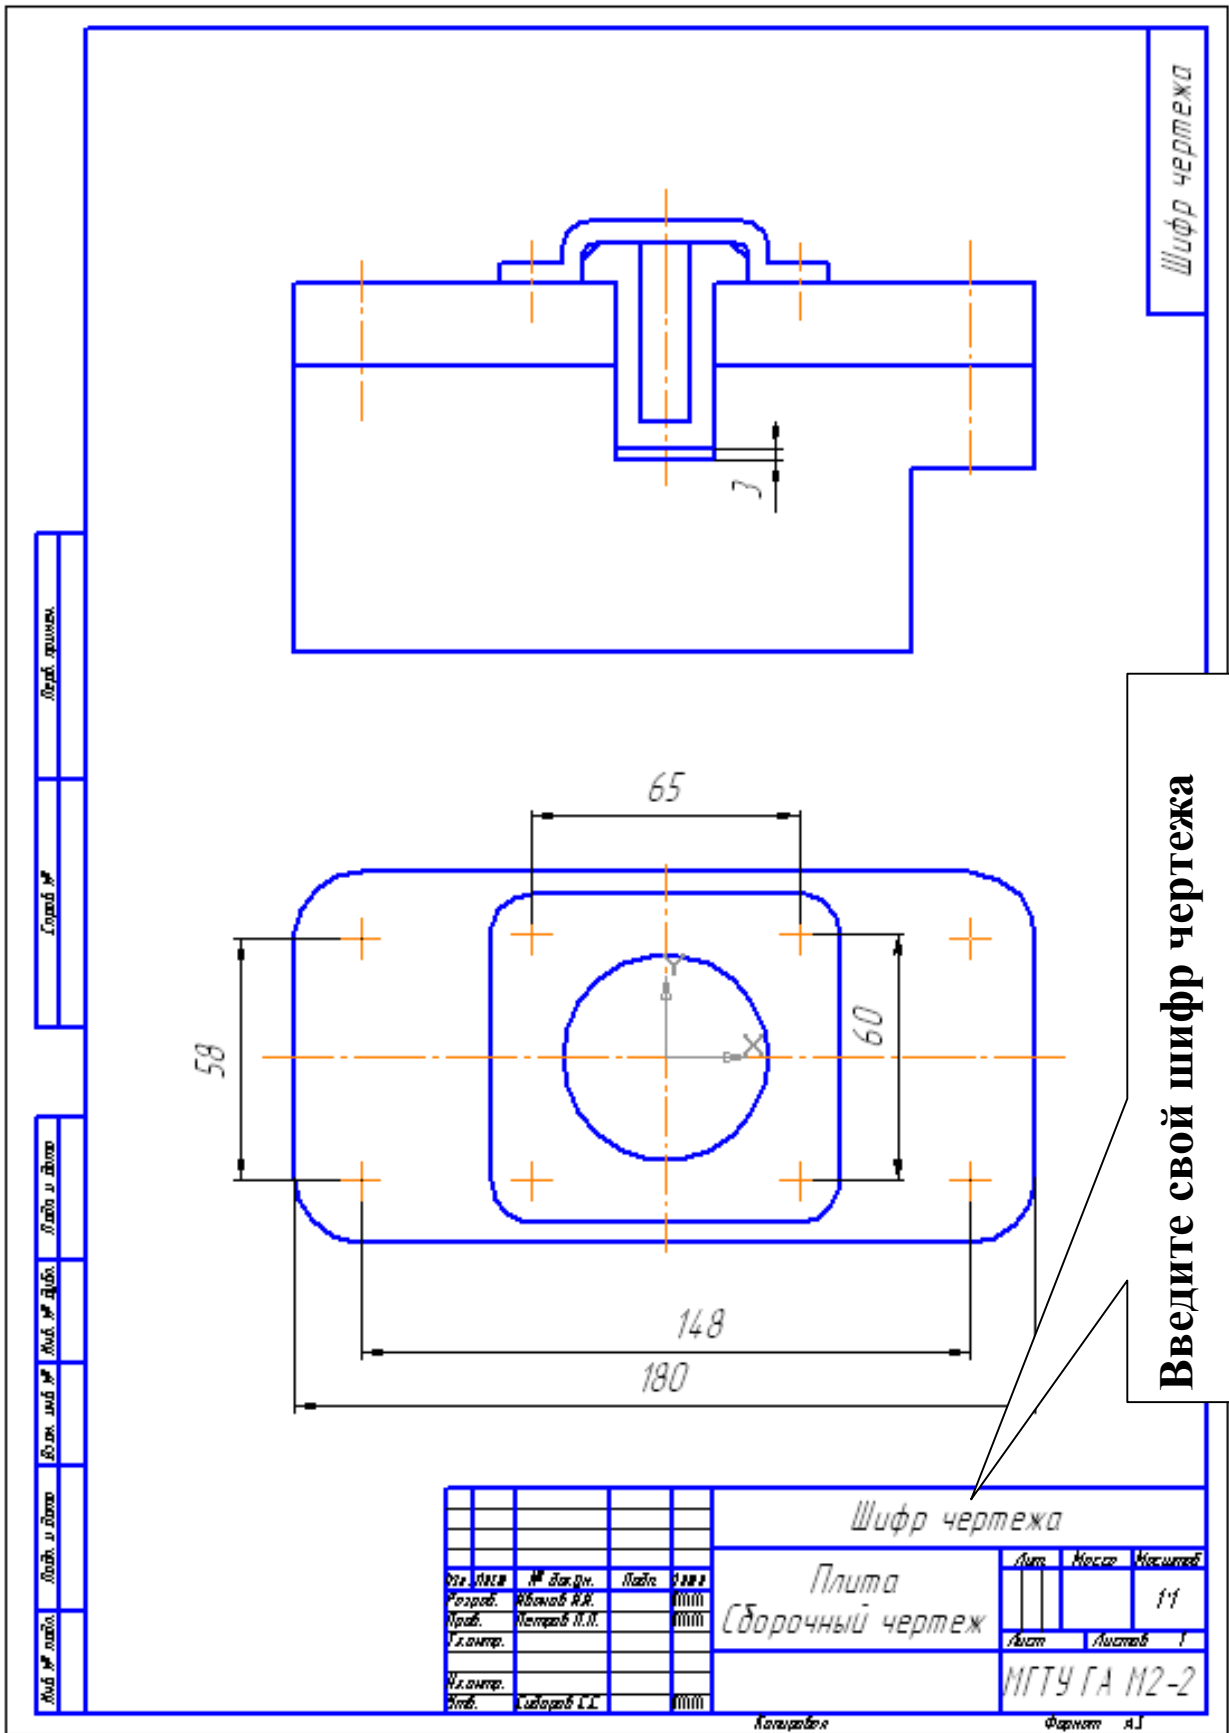
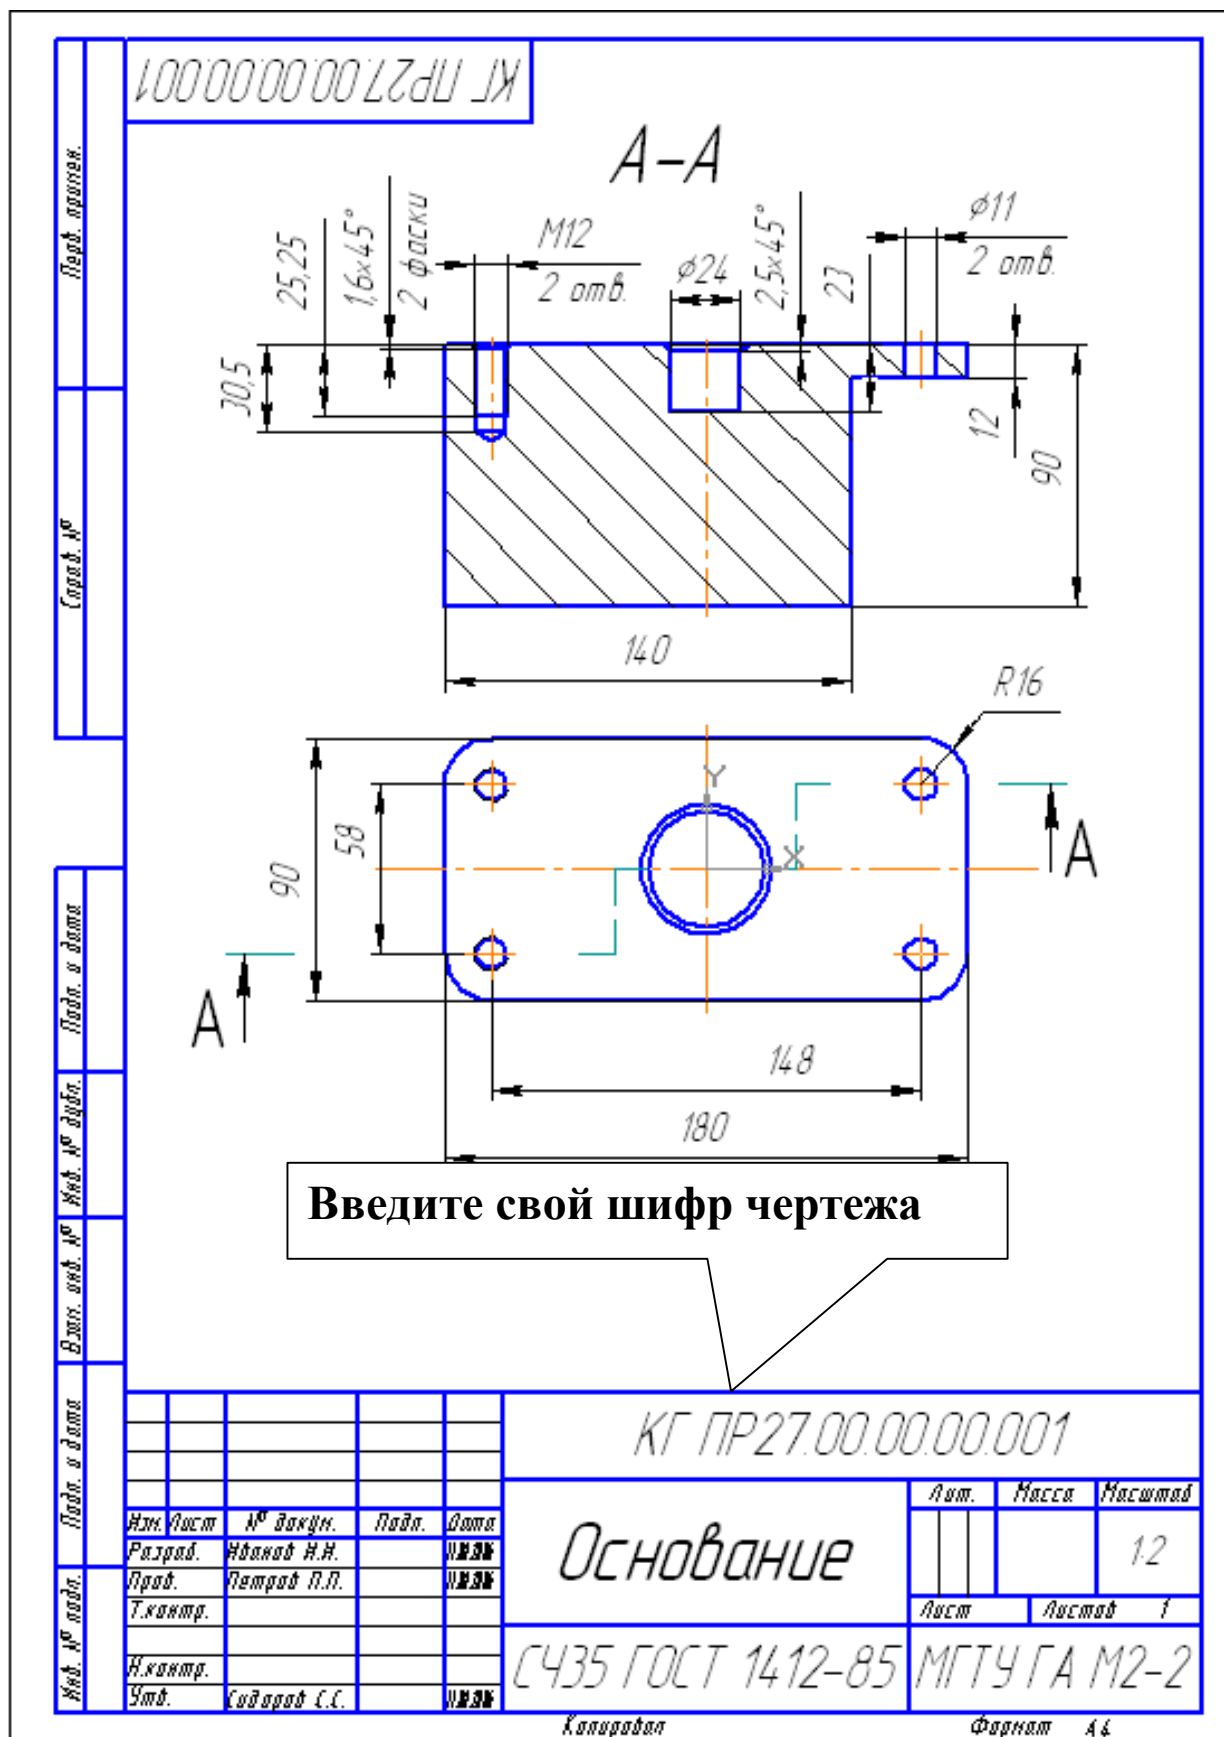

Рис. 39
Рис. 40
1. Скопируйте заготовку сборочного чертежа, рис. 39, и сохраните чертеж под именем: КГ ПР27.01.02.03.000 СБ, где «01» – № группы, «02» – № подгруппы, «03» – № компьютера (табл.1). Скопируйте чертежи деталей (рис. 40 – 42) и сохраните чертежи под соответствующими именами, табл.1. **Измените обозначения в основных надписях скопированных чертежей.**